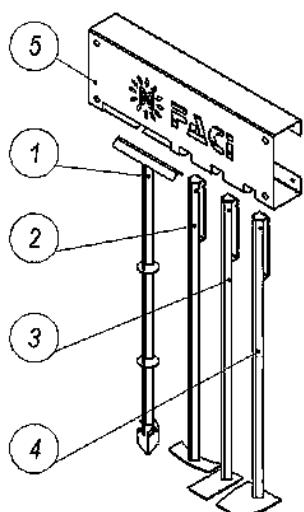

Рис.9
- д) Инвентарь. (Рис.9).
Инвентарь (Рис. 9) является как дополнительной, так и базовой опцией в зависимости от модели котла. Инструменты инвентаря разработаны для эффективной очистки элементов котла от сажи и нагара. Крепится инвентарь по усмотрению владельца.